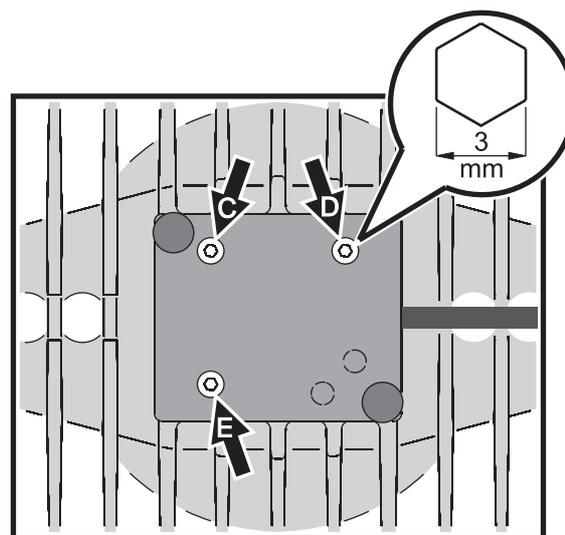

Figura 3: Tornillos de ajuste de lámpara
- Observar la Figura 3. Mover los 3 tornillos allen de 3 mm **C**, **D** y **E** hacia adelante o hacia atrás hasta obtener el haz lo más homogéneo posible.